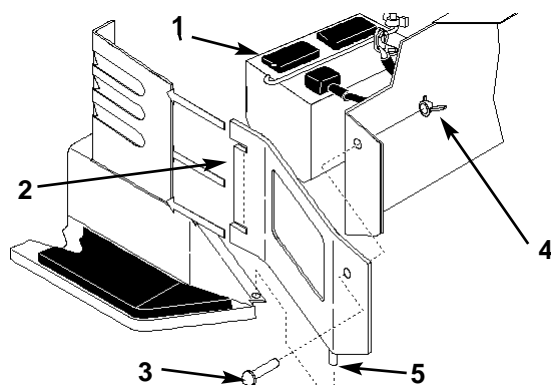

Figure 38
7. Montate la batteria nello chassis (Fig. 38).
11. Montate le fiancate inserendo le lunette nel complessivo dello sterzo, ed inserite la spina nella flangia del poggia piedi. Fissate con le viti e i galletti (Fig. 38).
2. Sollevate i tappi di riempimento (Fig. 38).
3. Versate lentamente dell'acqua distillata negli elementi della batteria, fin quando il livello non raggiunge la parte inferiore del tubo (Fig. 38).